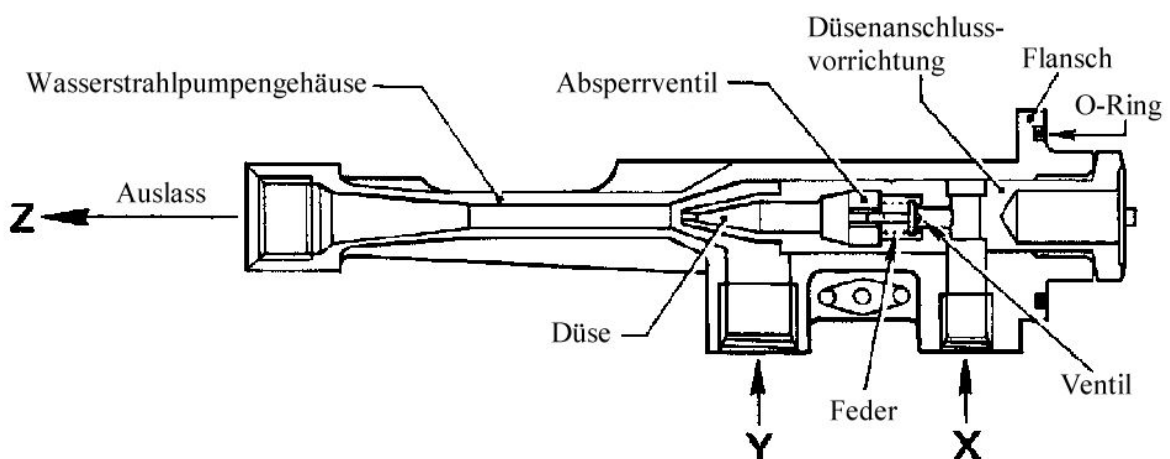

Bild 7.2 Wasserstrahlpumpe (A321)
Wasserstrahlpumpen (Bild 7.2) werden eingesetzt, um den Kraftstoff aus den verschiedenen Bereichen des Kraftstoffstanks oder aus angrenzenden Tanks zu sammeln. Diese Art der Pumpen besitzen keine beweglichen Elemente, sondern sind auf den Kraftstoffmassenstrom der Hauptpumpe angewiesen.
- Das Hauptumpensystem (*main transfer system*) ermöglicht das Umpumpen (transfer) von Kraftstoff aus dem Mitteltank in den linken und rechten Flügeltank. Dieser Vorgang ist üblich, um den Kraftstoff aus dem Mitteltank zu nutzen. Das Umpumpen wird mittels der Wasserstrahlpumpen (Bild 7.2) erreicht, die mit Kraftstoff von den Hauptpumpen betrieben werden.